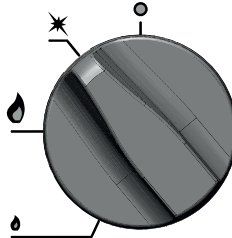

Figure 9. Réglage de la manette dans laquelle seul le brûleur de commande est alimenté au gaz.
- Tout en appuyant sur la manette tournez-la vers l'emplacement « brûleur de commande » comme sur la Figure 9 (dans le sens anti-horaire)
- Lorsque vous n'utilisez pas le brûleur tournez la manette le commandant vers le position « brûleur de commande » (Fig. 9).